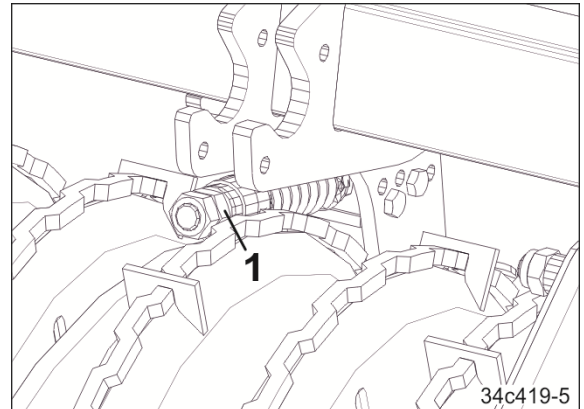

図 166
2. ブレード終端が再びローラーの縁からはみ出ないようにするまで、六角ナット（図 166/1）をサスペンションパッケージで回します。六角ナットをロックします。